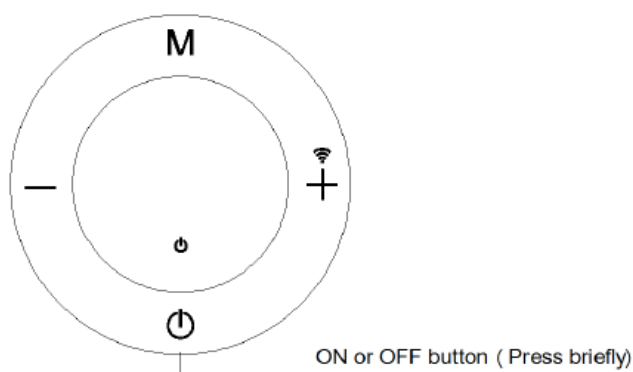
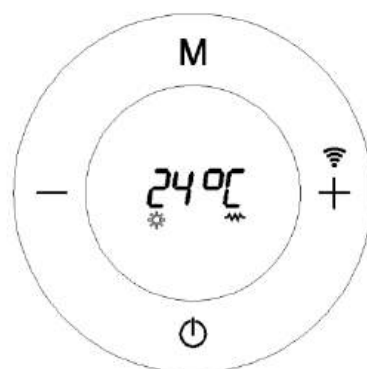
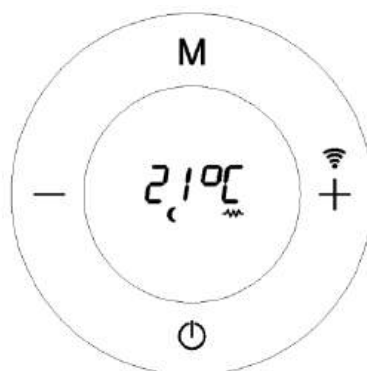

Fig. 9
Fig. 10
Fig. 11
Appuyez sur  **(Fig. 9)** l'appareil s'allumera et l'un des quatre modes suivants apparaîtra. **(Fig. 10, Fig. 11, Fig. 12, Fig 13)**
### **Mode Confort. (Fig. 10)**
**Mode Économie. (Fig. 11)**